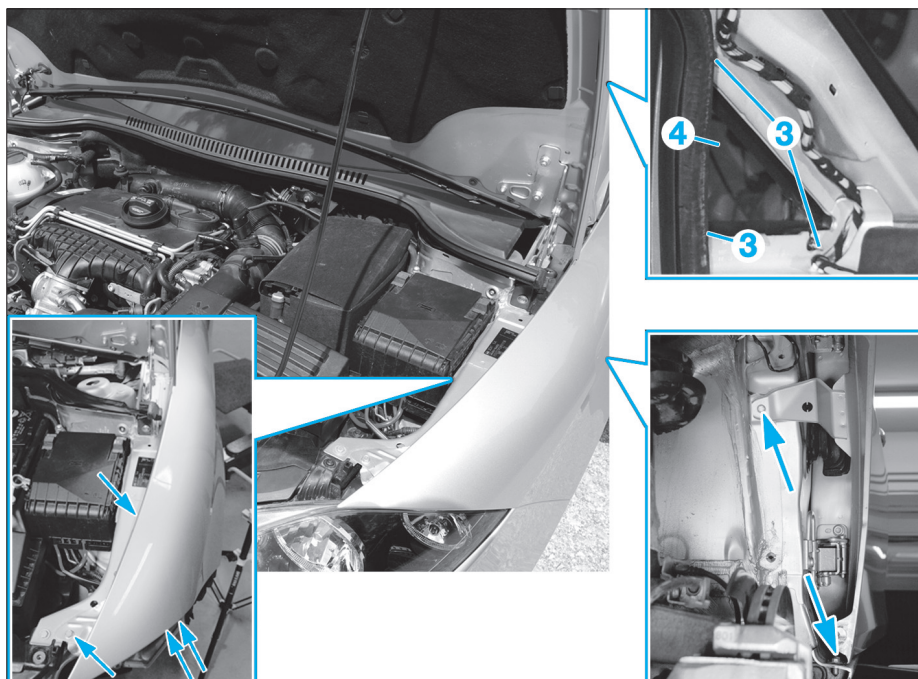

Fig. 12
- les écrous (3) et déposer la vitre de custode avant (4) (Fig.12),